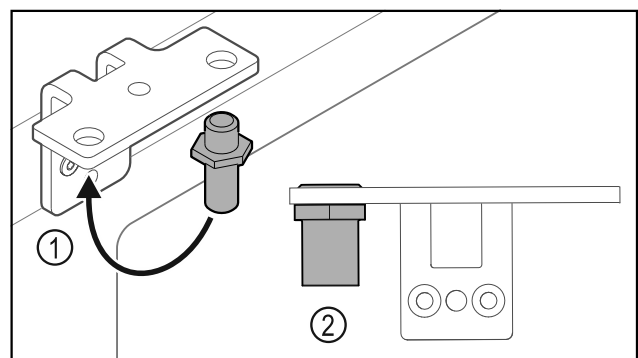

Fig. 34
- ▶ Bouten Fig. 34 (1) naar de scharnierhoek verplaatsen.
- ▶ Bouten Fig. 34 (2) met **aanhaalmoment van 12 Nm** vastdraaien.